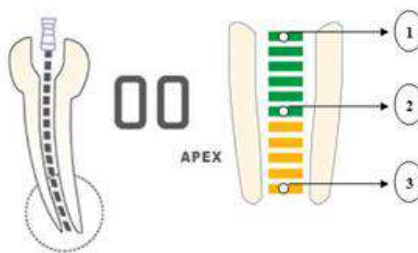

Рисунок 20
- в) включите устройство и нажмите на кнопку Еп-Ар. Затем перейдите в режим измерения вершины апикального отверстия. Если на ЖК дисплее отображается "02", "03", или "04" - это означает, что устройство исправно (см. Рисунок 20)